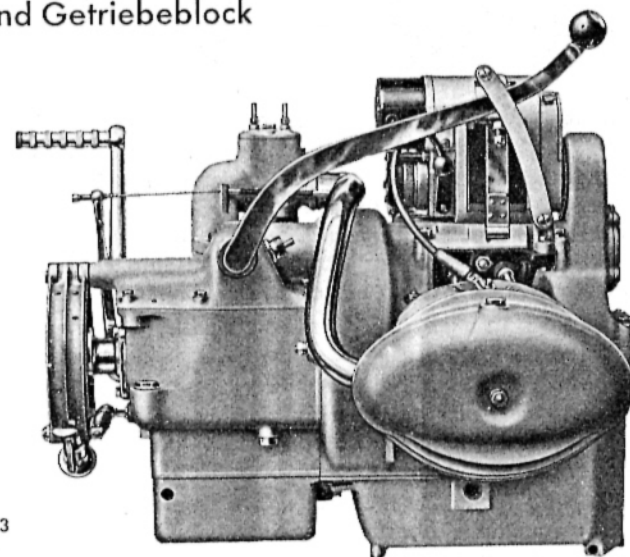

Abb. 3
1. Allgemeines: Der mit der Kupplung und dem Getriebe zu einem Block vereinigte Motor (Abb. 3) wird auf den unteren Rahmenrohren mittels durchgehender Verbindungsschrauben befestigt. Nach deren
Bild 3: Arbeitshub. Das verdichtete Gemisch wird durch einen an der Zündkerze überspringenden Funken entzündet. Die erfolgende Explosion treibt den Kolben wieder nach einwärts, wobei der Kolben seine Kraft an die Kurbelwelle des Motors abgibt.